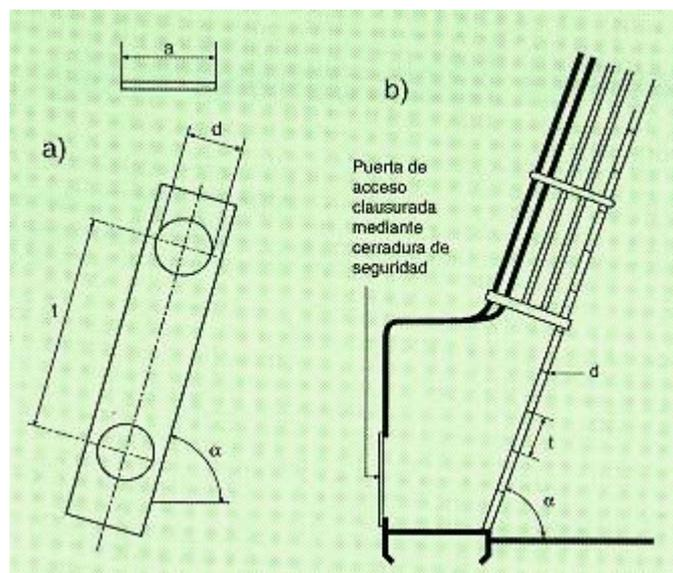

Fig. 1: Escala inclinada
- Escala inclinada: Escala instalada sobre una superficie inclinada casi vertical ($> 75^\circ$) y consta de una serie de escalones permanentemente sujetos a la estructura. (Fig. 1 b)
Escaleras inclinadas (Fig. 1 a)
Las escaleras que tengan más de seis metros de longitud deberán disponer de una jaula de protección situada a partir de una altura de 2,50 m desde la plataforma o suelo del cual parte y deberán tener un diámetro máximo de 0,60 m. Fig. 1, 2 y 4.
Cuando la escala esté situada sobre estructuras exteriores accesibles al público en general, los últimos siete peldaños deben protegerse del libre acceso al público, por ejemplo instalando una valla de cerramiento con una puerta dotada de cerradura de seguridad, o diseñando la parte inicial de la escala de forma que sea portátil y se instale y utilice sólo cuando sea necesario (Fig. 1).